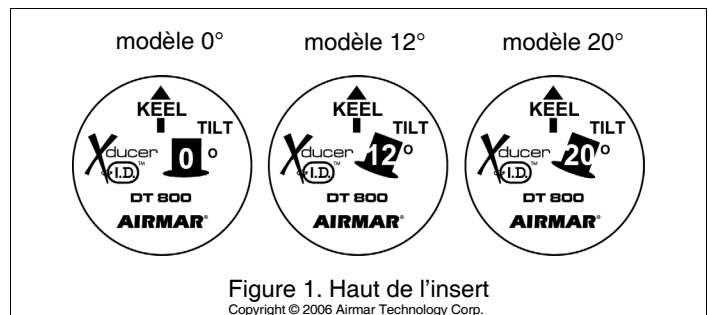
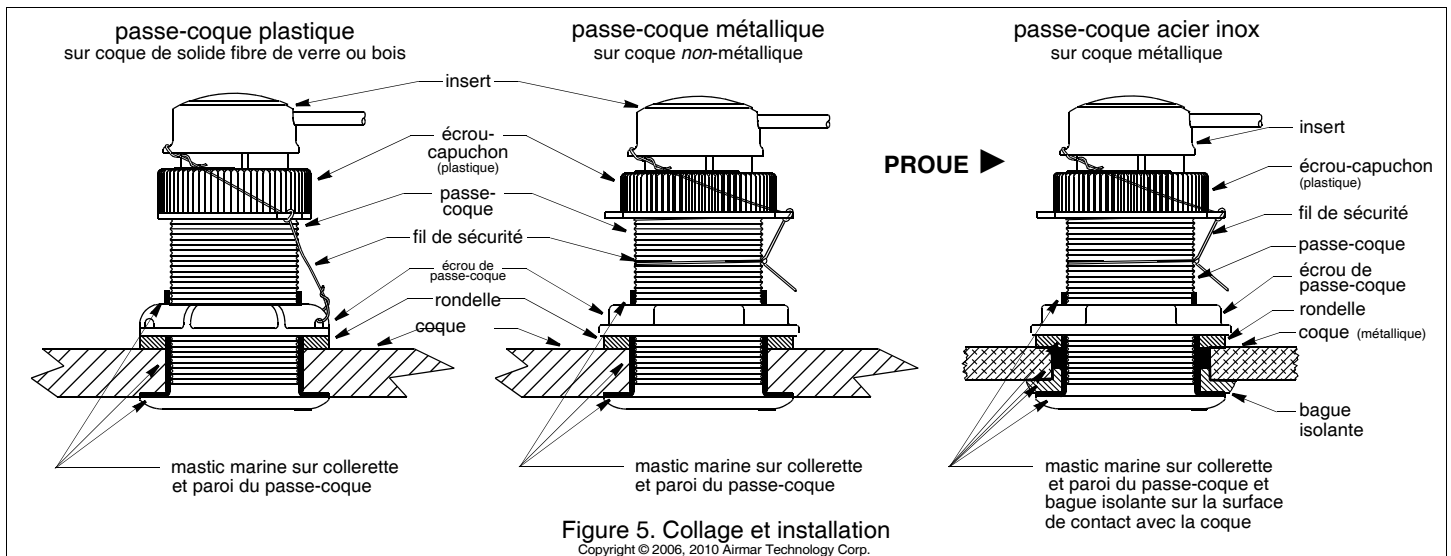

Figure 1. Haut de l'insert
Figure 5. Collage et installation
Vérifiez que l'angle d'inclinaison de votre modèle de sonde est conforme à l'angle d'inclinaison de la coque à l'emplacement d'installation. L'angle d'inclinaison est imprimé sur le haut de la sonde (Figure 1). Mesurez l'angle d'inclinaison de la coque à l'emplacement d'installation sélectionné à l'aide d'un rapporteur ou d'un niveau avec affichage numérique (Figure 2).
Appliquez une couche de mastic d'étanchéité marine de 2 mm (1/16") d'épaisseur sur tout le pourtour de la collerette du passe-coque devant être en contact avec la coque et sur la paroi verticale du passe-coque (Figure 5). Le mastic doit couvrir une hauteur de 6 mm (1/4") au-dessus de l'épaisseur cumulée de la coque, de la rondelle, et de l'écrou du passe-coque. Cette précaution garantit la présence de mastic sur le filetage au travers de la coque et le maintien en place de l'écrou de passe-coque.
1. Depuis l'extérieur de la coque, insérez le passe-coque dans le trou d'installation avec un mouvement rotatif de sorte à expulser l'excès de mastic d'étanchéité marine (Figure 5).
6. L'insert doit être complètement inséré dans le passe-coque et l'écrou-capuchon doit être vissé complètement pour assurer l'étanchéité à l'eau (Figure 5). **Enfilez l'insert sur le passe-coque en orientant l'empreinte de la flèche matricée sur le dessus vers la QUILLE vers l'axe longitudinal de la coque** (Figure 1).
8. Fixez toujours le fil de sécurité pour prévenir tout risque d'extraction inopinée de l'insert ou de l'obturateur dans le cas improbable d'une rupture ou d'un vissage inapproprié de l'écrou-capuchon (Figure 5).